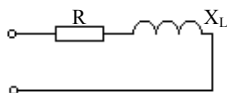

Рис. 5.1
**1. Исходные данные.** К источнику переменного тока с напряжением  $U$  подключена катушка с активным сопротивлением  $R$  и индуктивным  $X_L$  (рис. 5.1, табл. 5.1).